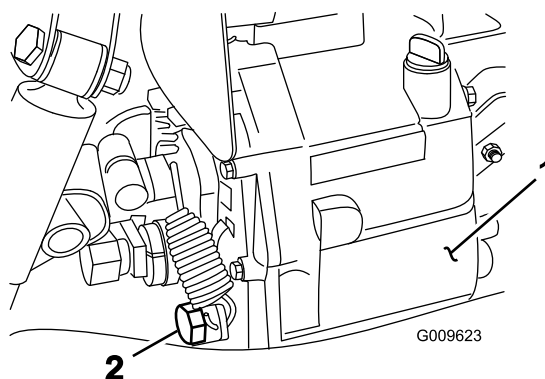

Figura 72
2. Retire o bujão de escoamento da parte lateral do reservatório e deixe o fluido hidráulico escorrer para o recipiente (Figura 72).